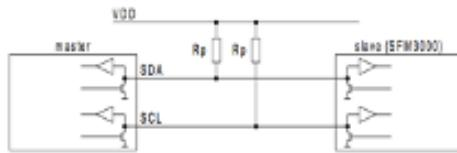

Fig. 2. Beispiel von SDA und SCL mit bi-direktionalen Kommunikation und externer Pull-up-Widerstand (Rp).
Bei der grundlegenden Kommunikation des I2Cs werden die Übertragung von 8 Bits oder Bytes verwendet. Jedes Slave des I2C Geräts hat eine 7-Bit Adresse, die auf dem Bus eindeutig sein sollen. Jedoch braucht das Master-Gerät keine Adresse, weil das Clock (über SCL) generiert und an die individuelle Slave-Geräte adressiert. Tatsächlich wird die I2C-Adresse durch einen 7-stelligen Binärwert dargestellt. Standardmäßig ist die Adresse auf 64 (1000000b) eingestellt. Sie folgt immer durch ein Schreib-bit (0) und ein Lese-bit (1). Wenn Bit 0 auf 1 gesetzt wird, liest das Master-Gerät vom Slave-Gerät. Siehe Abbildung 2.